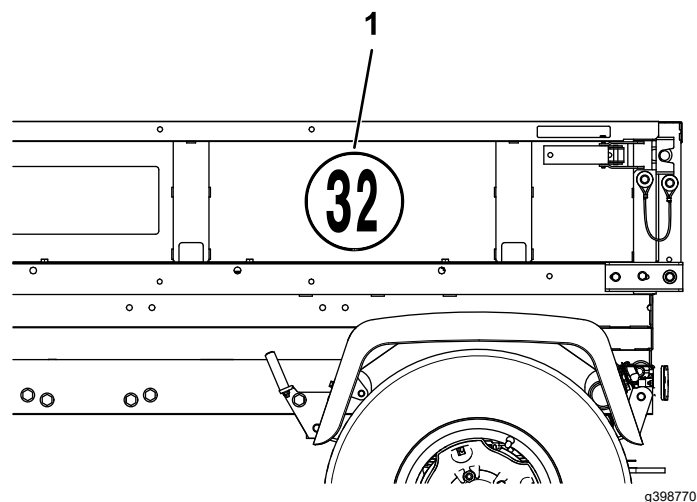

Figura 19
1. No lado esquerdo da plataforma de carga, fixe o autocolante de velocidade na área entre o segundo e o terceiro canais, como se mostra na Figura 19.